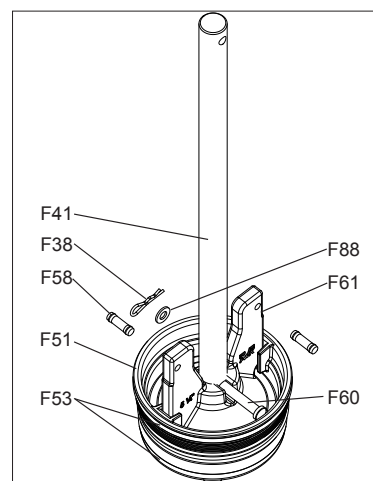

Рис. 7J
10. В случае необходимости замены выше указанных компонентов, зажать нижнюю часть штока F41 в стандартных трубных тисках (Рис.7J). С основного затвора F41 снять упорные штифты F58 и стянуть кольцо седла F51 с ушек затвора. Чтобы отсоединить затвор от нижней части штока F41, снять пружинный фиксатор F38 и упорную шайбу F88 с винта-фиксатора F60 затвора. При сборке детали устанавливаются в обратном порядке. Нанесите немного смазки на ушки и кольца круглого сечения F53 затвора, применяя смазку с пищевым допуском и не содержащую ацетона и силикона.